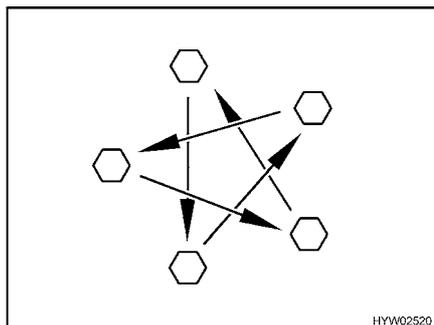

Fig. 214 Apretar las tuercas o los tornillos de las ruedas en forma de cruz
- Comprobar periódicamente que las tuercas o tornillos de las ruedas estén firmemente apretados. Reajustar en forma de cruz (Fig. 214) las tuercas o tornillos después de cambiar una rueda, al cabo de 50 km. Par de apriete, véase apartado 13.5.2.
- ▷ Apretar en forma de cruz las tuercas o los tornillos de las ruedas (Fig. 214).